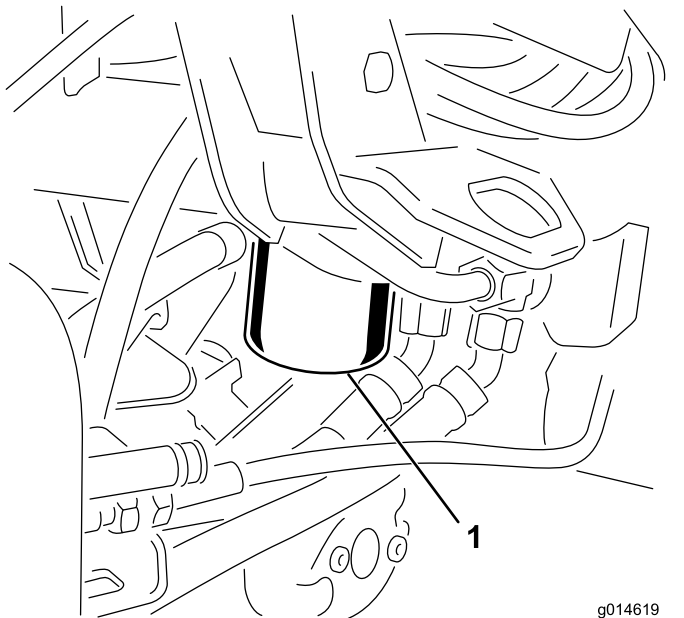

Figura 38
1. Limpie la zona de montaje del filtro (Figura 38). Coloque un recipiente debajo del filtro y retire el filtro.